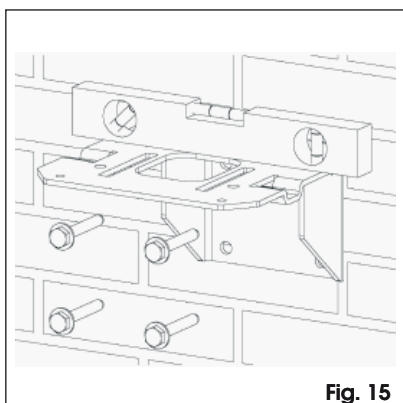

Fig. 15
- Fije el soporte motor en la posición establecida utilizando cuatro tacos con tornillos de M10 y respetando la orientación de la Fig. 15.